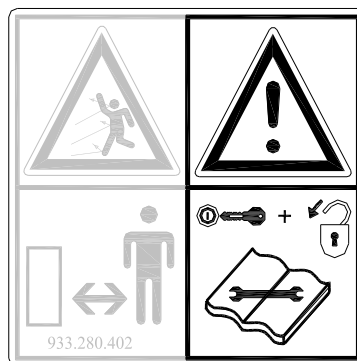
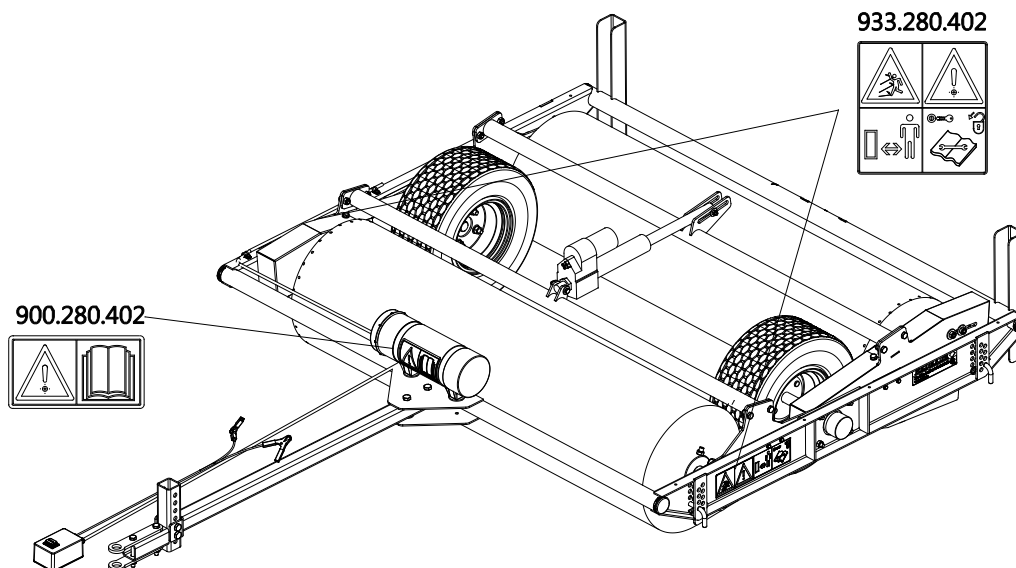

Abb. 2
Abb. 5
Bei Wartungsarbeiten, Einstellungen und Reparaturen **immer den Traktormotor ausschalten und den Traktorschlüssel aus dem Zündschloss abziehen** (Abb. 2).
Beidseitig der Speed-Brush (Abb. 5) befinden sich Sicherheitsaufkleber (Abb. 2, 3, 4) mit einem entsprechenden Warnhinweis. Diese Sicherheitsaufkleber müssen jederzeit gut sichtbar und lesbar sein und sind, sollten sie beschädigt sein, unverzüglich zu ersetzen.
- (7) Position der Sicherheitsaufkleber (Abb. 5)